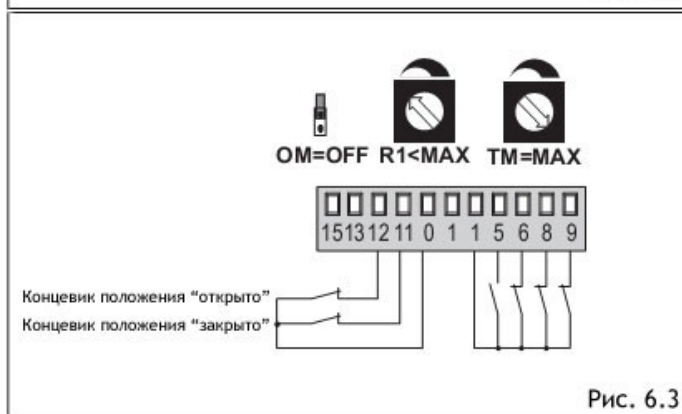

Рис. 6.3
- Створка ворот останавливается у механических концевиков и изменяет направление движения при обнаружении препятствия (Рис. 6.3)